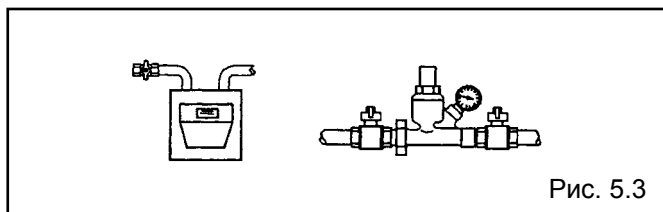

Рис. 5.3
- Закройте краны подачи топлива и запорные краны гидравлической системы (рис. 5.3).